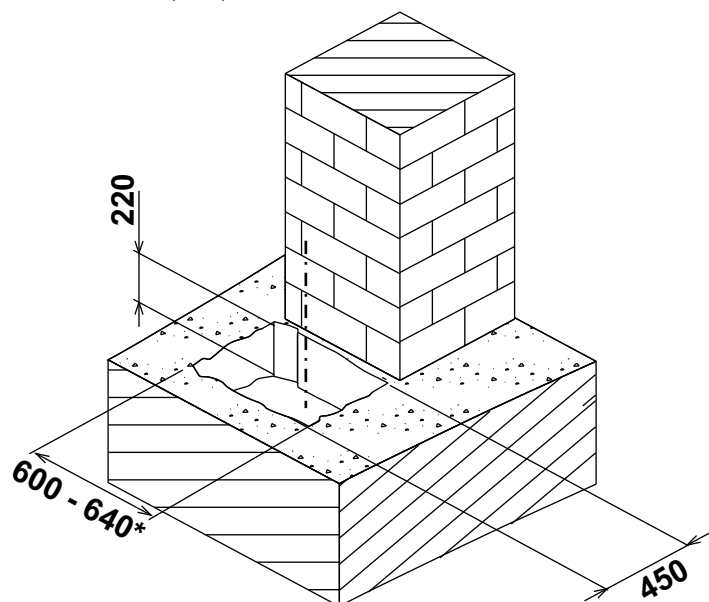

Fig. 4
2.1. El hueco para contener la caja portante tiene que haber las dimensiones indicativas mencionadas en Fig. 4.